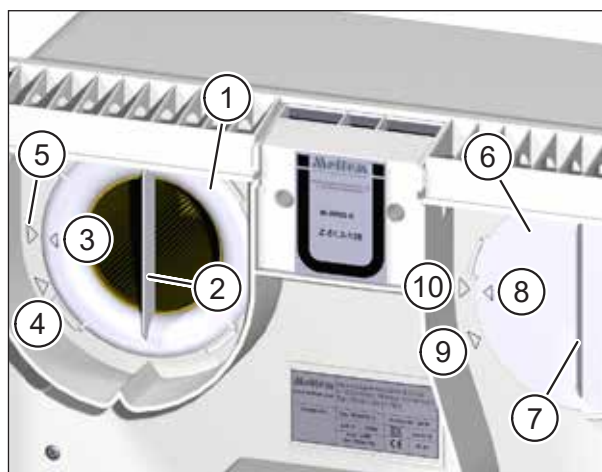

Abb. 15: Luftfilter entfernen
- ▶ Drehen Sie den Filterring (Pos. 1 in Abb. 15) an der Griffleiste (Pos. 2 in Abb. 15) gegen den Uhrzeigersinn, bis der Pfeil am Filterring (Pos. 3 in Abb. 15) auf den Pfeil der Entnahmeposition (Pos. 4 in Abb. 15) zeigt.
- ▶ Drehen Sie den Filterdeckel (Pos. 6 in Abb. 15) an der Griffleiste (Pos. 7 in Abb. 15) gegen den Uhrzeigersinn, bis der Pfeil (Pos. 8 in Abb. 15) am Filterdeckel auf den Pfeil der Entnahmeposition (Pos. 9 in Abb. 15) zeigt.
- ▶ Achten Sie darauf, dass der Filterring so orientiert ist, dass der Pfeil auf dem Filterring (Pos. 3 in Abb. 15 auf Seite 26) mit dem Pfeil der Entnahmeposition (Pos. 4 in Abb. 15 auf Seite 26) fluchtet.
- ▶ Drehen Sie den Filterring im Uhrzeigersinn, bis der Pfeil auf dem Filterring (Pos. 3 in Abb. 15 auf Seite 26) mit dem Pfeil der Arretierposition (Pos. 5 in Abb. 15 auf Seite 26) fluchtet.
- ▶ Kontrollieren Sie die Position von Filterring und Filterdeckel. Die Griffleisten müssen senkrecht stehen und die Pfeile auf Filterring und Filterdeckel müssen mit den Pfeilen der Arretierposition fluchten (siehe Abb. 15 auf Seite 26).